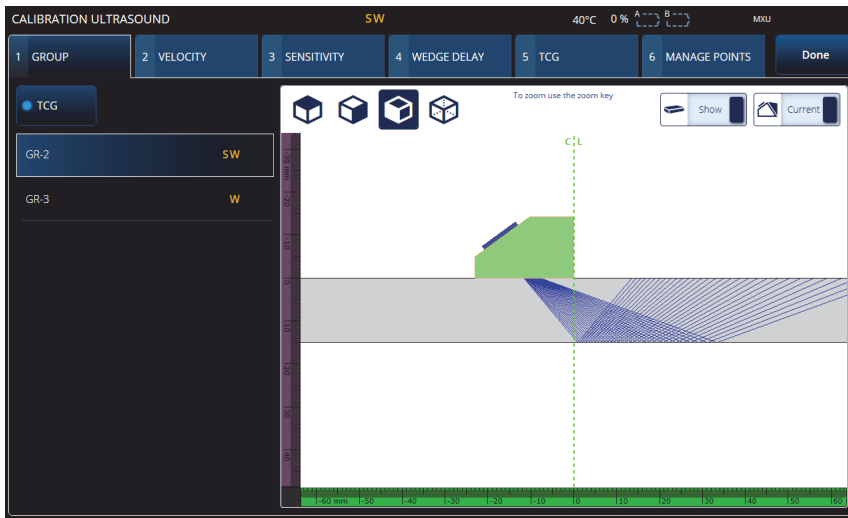

图 4-1 校准 > 组
1. 选择  >  **Plan & Calibrate** (计划 & 校准) > **Calibration Tools** (校准工具)，访问 **PA/UT/TFM Calibration** (PA/UT/TFM 校准) 向导 (参见第 160 页的图 4-1)。参阅第 177 页的“TOFD 校准”，进行 TOFD 校准。与扫查计划向导一样，校准向导的工作流程也 (针对不同类型的校准) 被分成几个选项卡或部分。
2. 在 **Group** (组) 选项卡中 (参见第 160 页的图 4-1)，选择想要校准的组。对于 UT 组，还要选择要校准的定量方法：**TCG**、**DAC** 或 **DGS**。